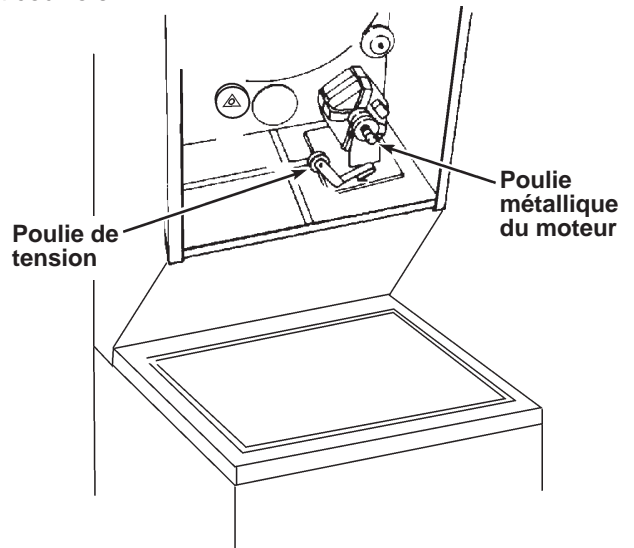

Figure 7
1. Si la courroie n'est pas cassée, la déposer de la poulie métallique du moteur. Voir la Figure 7.